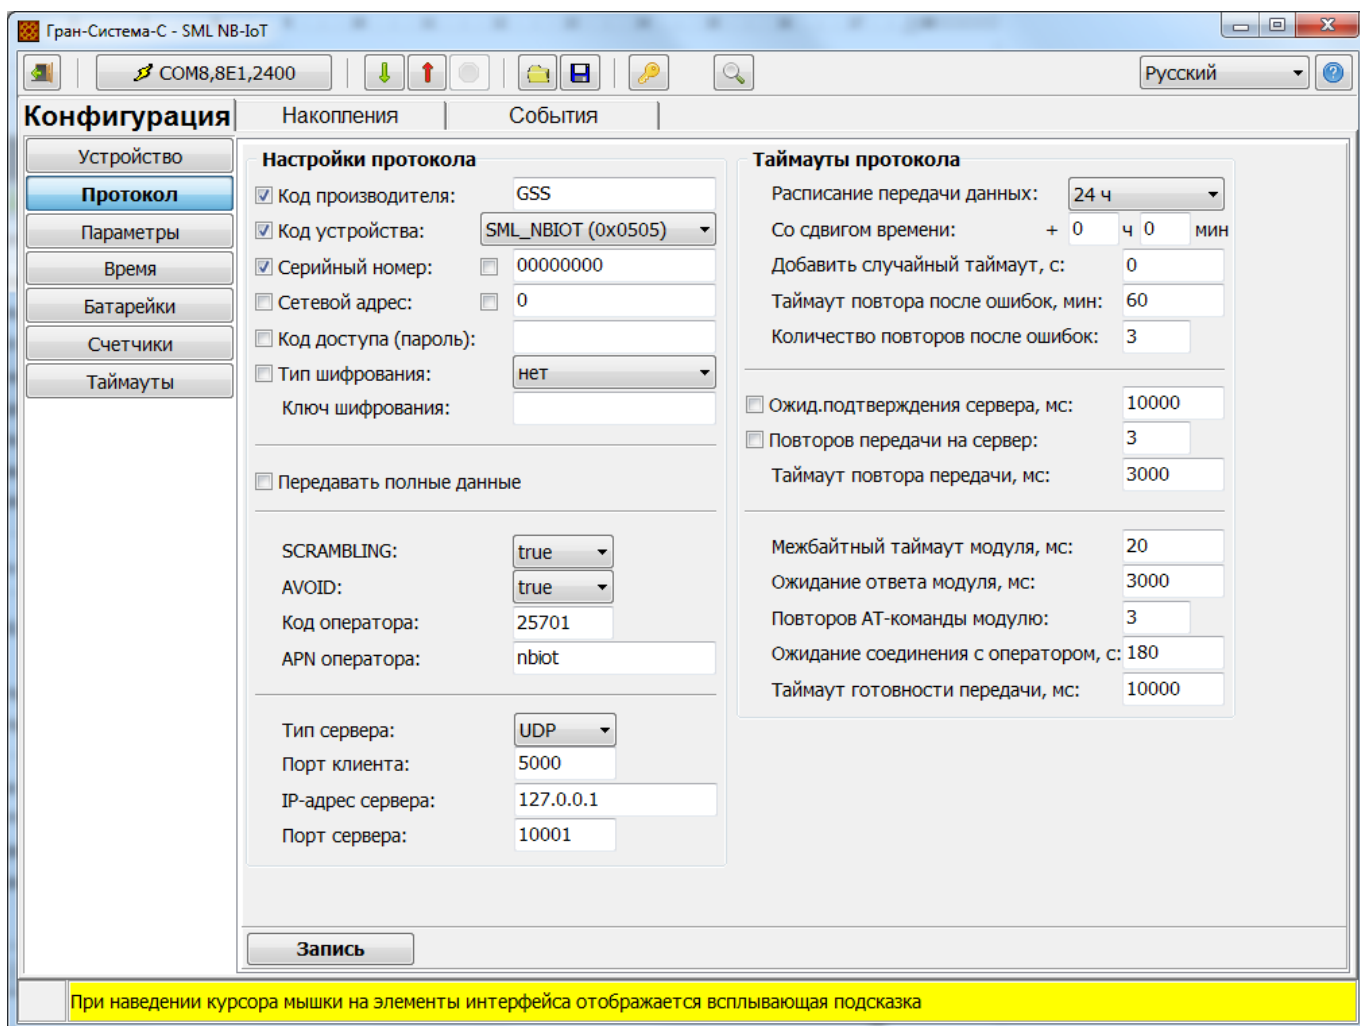

Рисунок 11 – Закладка «Конфигурация» «Протокол»
3.2.9.1 На закладке «Конфигурация» «Протокол» задаются параметры и таймауты протокола NB-IoT (Рисунок 11):